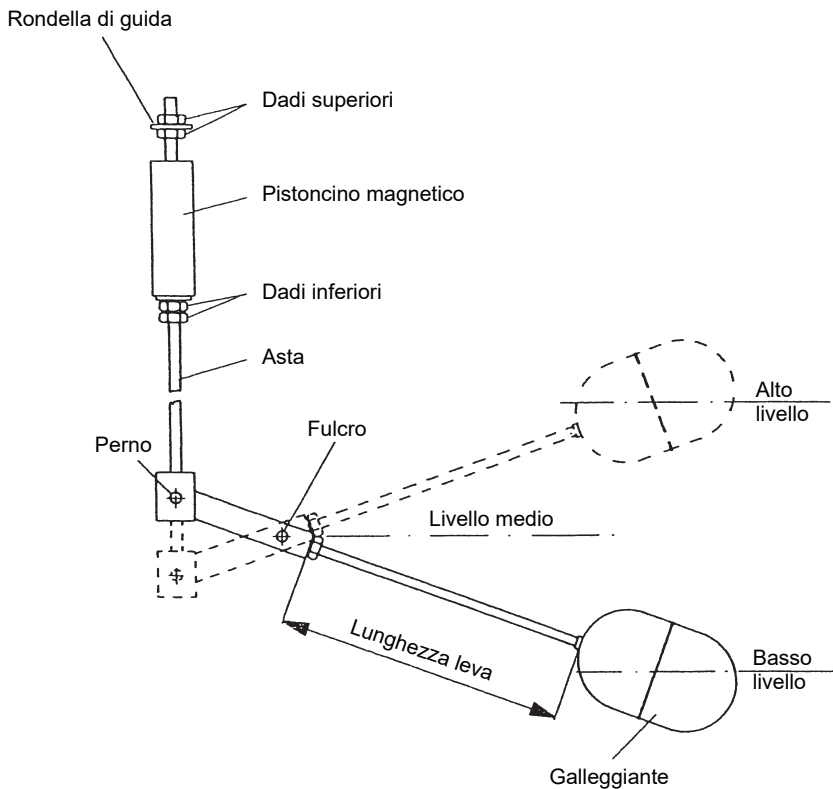

Fig. 5 - Aggiustaggio del differenziale
- 2 - Smontare il pozzetto amagnetico, e con esso l'intera custodia, agendo sull'esagono (41 mm) sottostante la base. In questo modo si accede direttamente al pistoncino magnetico ed ai relativi dadi di fermo (vedi Fig. 5)